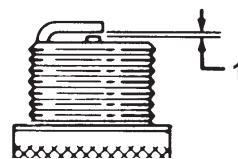

Figure 33
6. Réglez l'écartement des électrodes à 0,76 mm, comme indiqué dans la Figure 33.